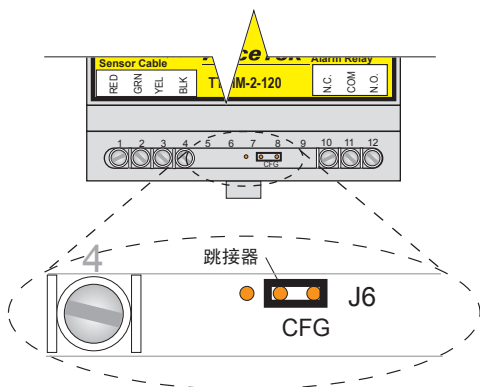

图7a. 位于配置位置的配置跳接器
- 如图7a所示，将TTSIM-2配置跳接器置于在CFG位置。